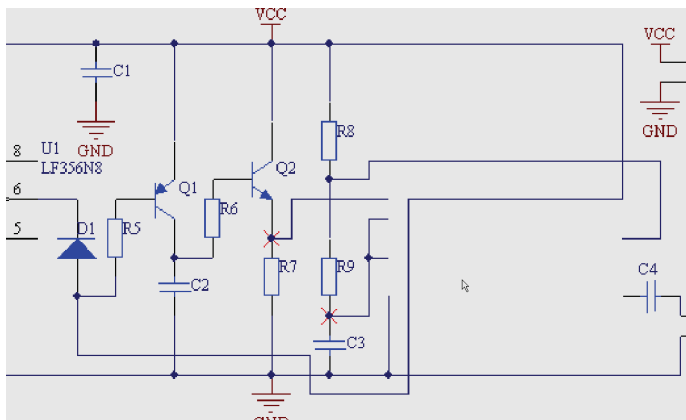

图 7-14 自动导线放置结果
(2) 单击（如果此时光标未指向电气点，系统不会执行自动布线，并且发出声音警示），系统经过运算，自动在两个引脚上放置一条导线，且导线自动绕开元件放置，如图 7-14 所示。